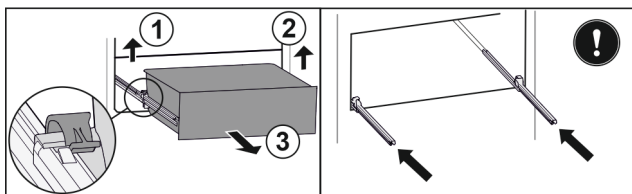

Fig. 147
- ▶ Nadvihnite ľavú svorku a súčasne ťahajte zásuvku vľavo dopredu. Fig. 147 (1)
- ▶ Nadvihnite pravú svorku a súčasne ťahajte zásuvku vpravo dopredu. Fig. 147 (2)
- ▶ Odoberte zásuvku dopredu. Fig. 147 (3)